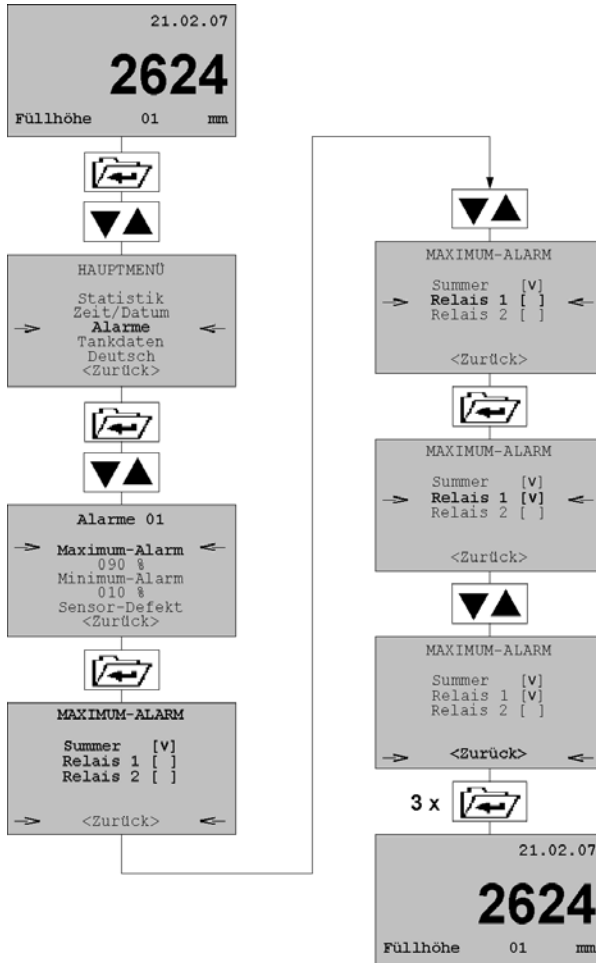

Bild 13: Summer-/Relais-Einstellungen am Beispiel Maximum-Alarm
- ▶ Alarm-Menü 2 aufrufen und weiter wie in Bild 13 auf Seite 31 beschrieben.